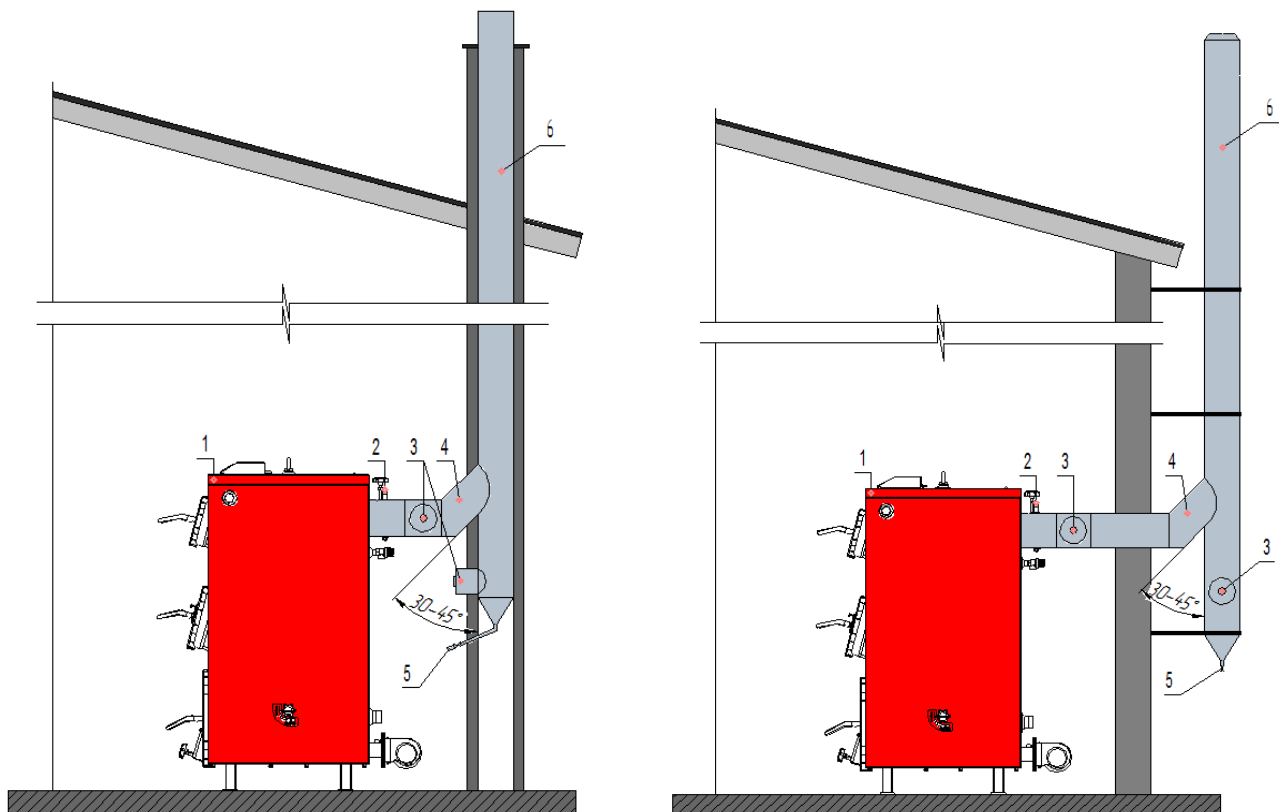

Рис.8 Рекомендованная схема по подсоединению котла к дымоходу
6.4.6 Запрещается монтировать дымоход (дымовую трубу) непосредственно на дымоходе котла. Рекомендованная монтажная схема подключения котла к дымоходу показана на (Рис.8).